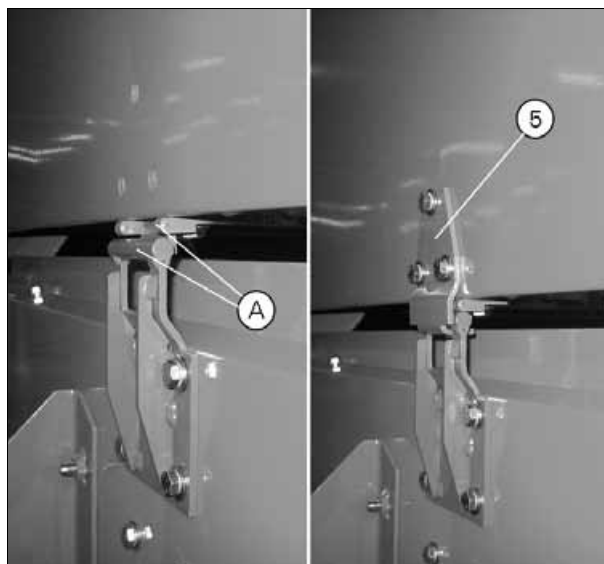

Рис. 2.
- Поднимите крышку в вертикальное положение. Установите элементы шарнирного кронштейна один на другой (А) *рис. 2*. Закрепите шарнирный кронштейн (5) *рис. 2*.